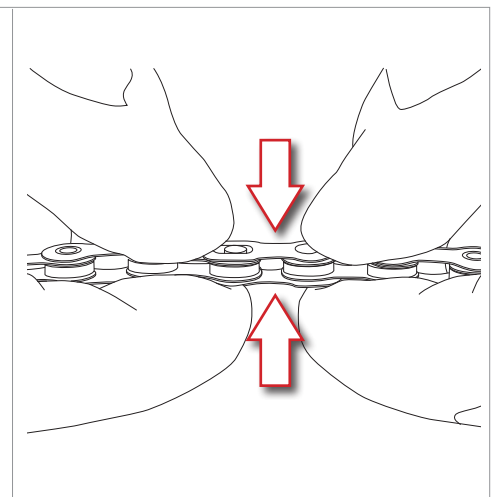

Fig.7
- Presione el C-Link™ para asegurarse de que los pasadores estén completamente introducidos (Fig. 7).